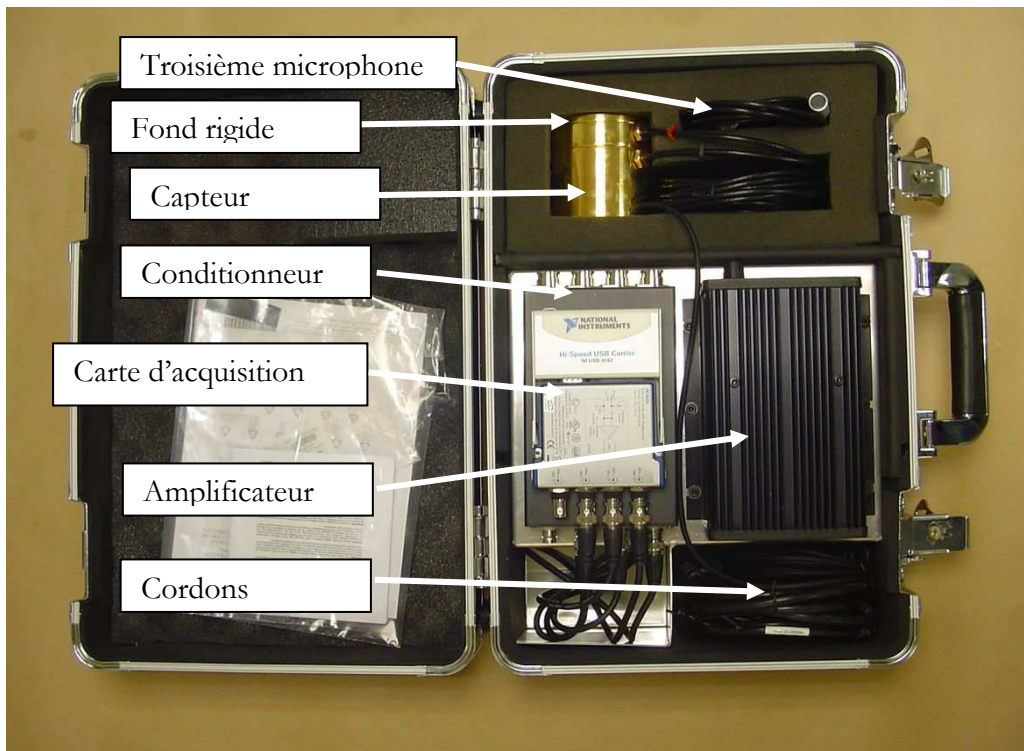

Figure 1 : détail des éléments constituant le capteur d'impédance
Le capteur d'impédance est constitué (figures 1 et 2) :
- d'une mallette de rangement (figure 1).